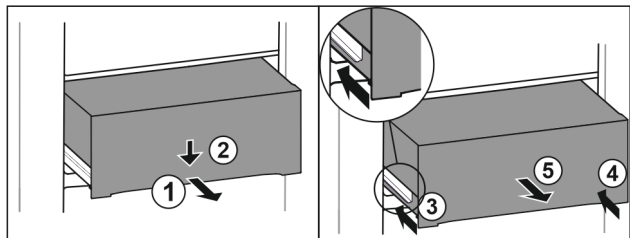

Fig. 94
- ▶ Extrageți pe jumătate sertarul. Fig. 94 (1)
- ▶ Apăsăți în jos sertarul pe partea frontală. Fig. 94 (2)
- ▶ Inșerați șina stângă aproximativ 2 cm. Fig. 94 (3)
- ▶ Inșerați șina dreaptă aproximativ 2 cm. Fig. 94 (4)
- ▶ Extrageți sertarul spre înainte. Fig. 94 (5)